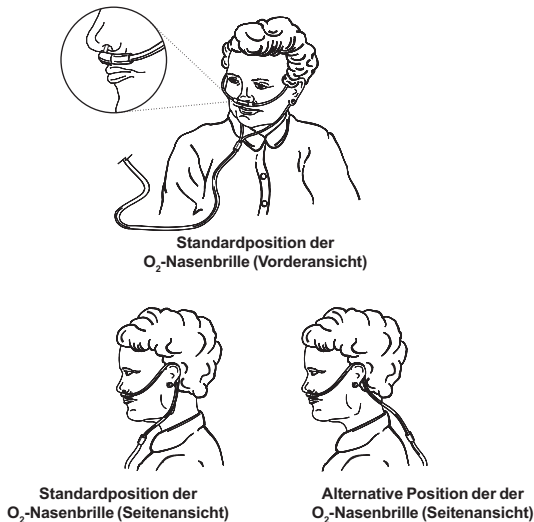

Abbildung 14
10. Schließen Sie den Sauerstoffschlauch an den Sauerstoffanschluß des tragbaren Companion-Geräts an und richten Sie die O₂-Nasenbrille oder eine andere Applikationshilfe so aus, daß der Sauerstoff bequem aufgenommen werden kann (Abb. 14). Wenn die Nasenbrille richtig sitzt, stellen Sie den Durchflußregler auf die verordnete Dosis ein.